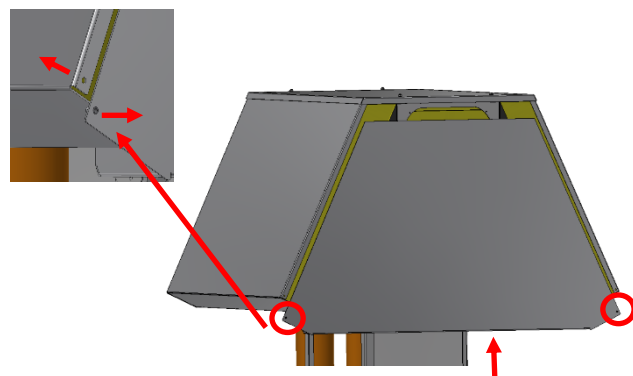

Bild 6
7. Bild6: Seitenteile von unten hinter die Laschen hineinschieben, um die Einpressmutter einzufädeln müssen der Deckel leicht angehoben werden, danach mit den M5 Schrauben befestigen.